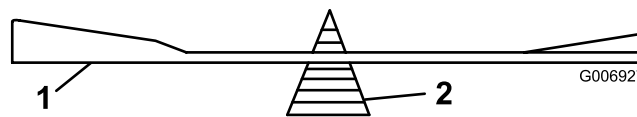

Figura 31
2. Controllate l'equilibrio di ciascuna lama collocandola su un bilanciatore (Figura 31). Se la lama rimane in posizione orizzontale, è bilanciata e può essere utilizzata. Se non è bilanciata, limate un po' di metallo sul retro della stessa. Ripetete l'operazione finché la lama non è perfettamente bilanciata.